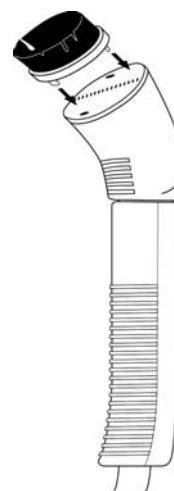

FIGURA 6
3. Presione el Cepillo de Tela en la Boquilla de Vapor, hasta que éste quepa bien y esté firmemente colocado (FIGURA 6).